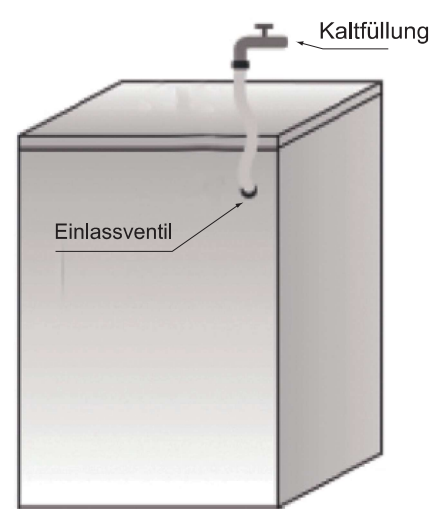

Abb. 3
**Für Modelle mit Einzel-Zulauf Abb. 3:**